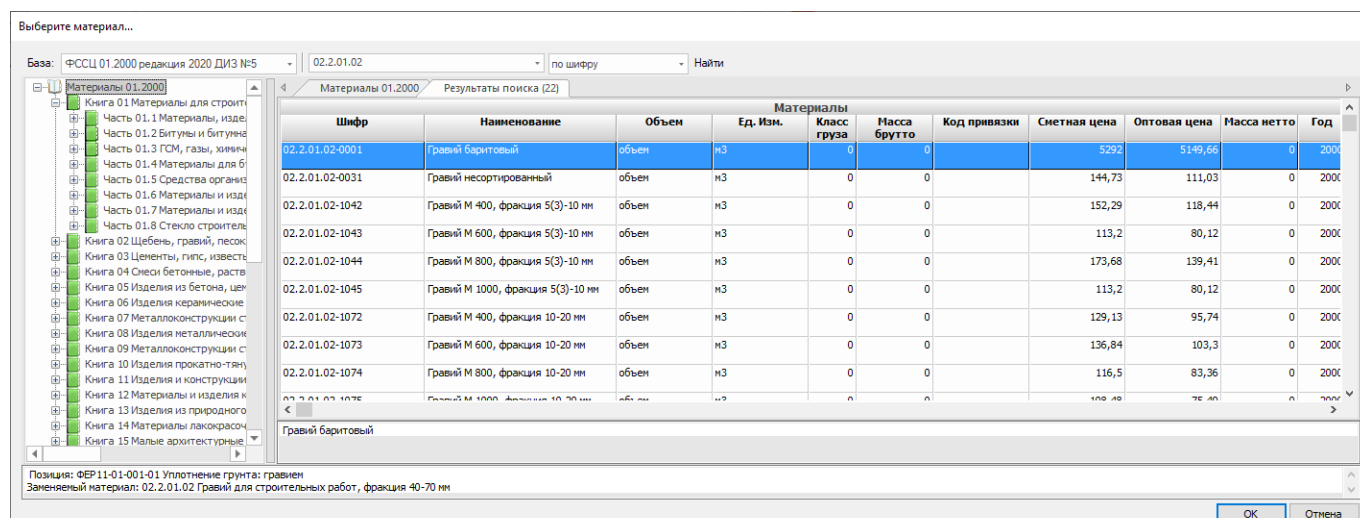

Рис. 1.4 Выбор неучтенного материала
- 2. При добавлении расценки, содержащей неучтенный материал, будет открываться диалоговое окно, в котором предлагается произвести выбор неучтенного материала (рис. 1.4).